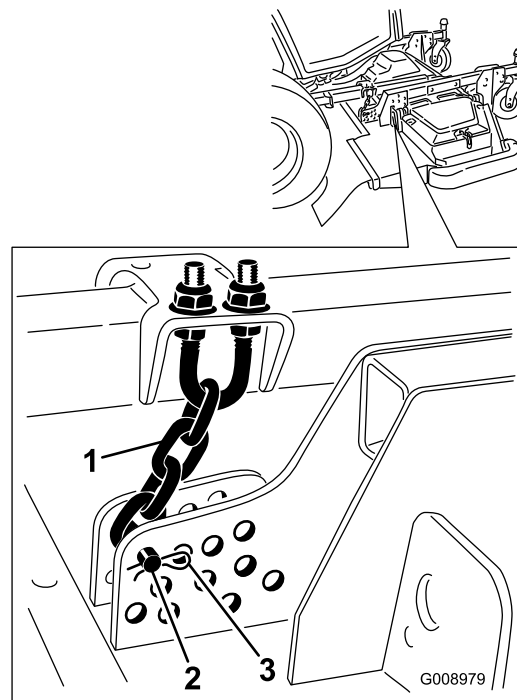

図 92
3. 刈高チェーンをカッティングユニット後部に固定しているヘアピンコッターとクレビスピンを取り外す（図 92）。